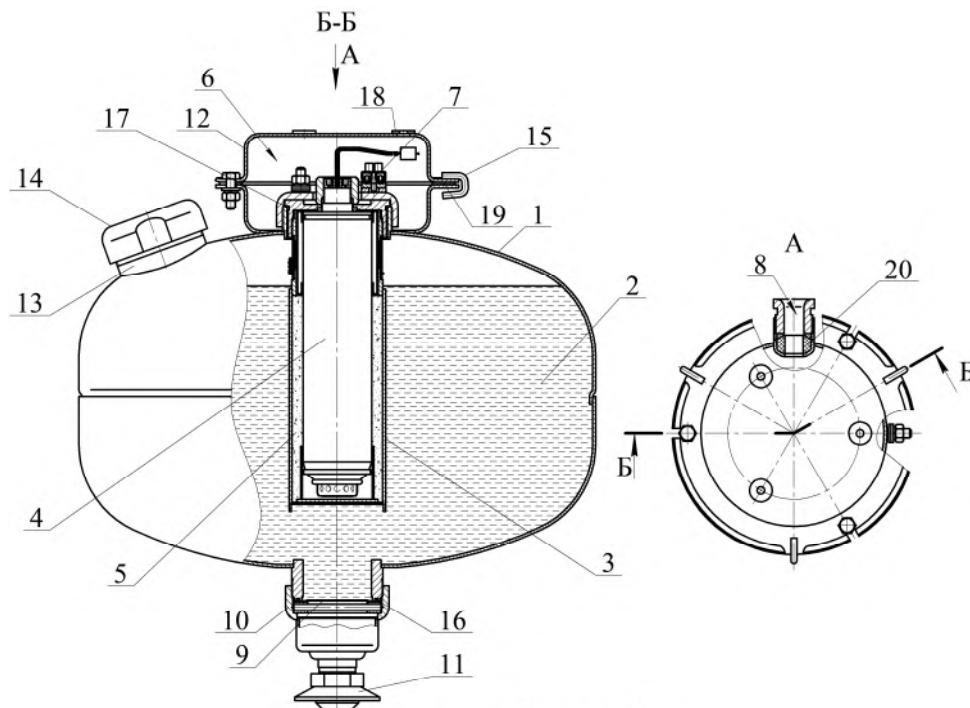

Рисунок 1
1.4.1.1 МУПТВ (см. рисунок 1) состоит из корпуса 1, заправленного жидким ОТВ 2, в котором размещено газогенерирующее устройство 3. В герметичный кор-
После подачи на выводы элемента электропускового электрического импульса ИХГ **4** (см. рисунок 1) генерирует газ, который, проходя через пористый искрогазящий материал, создает давление внутри корпуса МУПТВ для вскрытия мембраны **9** и выпуска через насадок-распылитель **11** в зону горения тонкораспыленной струи ОТВ.
2.1.3 Закрепить кронштейн **12** (см. рисунок 1) на потолке. Координаты отверстий в кронштейне приведены на рисунке 5.
2.1.5.3 Полученный раствор ОТВ залить в отверстие верхней горловины **13** (см. рисунок 1). Для окончательного приготовления ОТВ открыть упаковку с жидкой добавкой и залить ее в отверстие верхней горловины **13**.
2.1.7 На выпускную горловину гайки **10** (см. рисунок 1) накрутить до упора насадок-распылитель **11**.